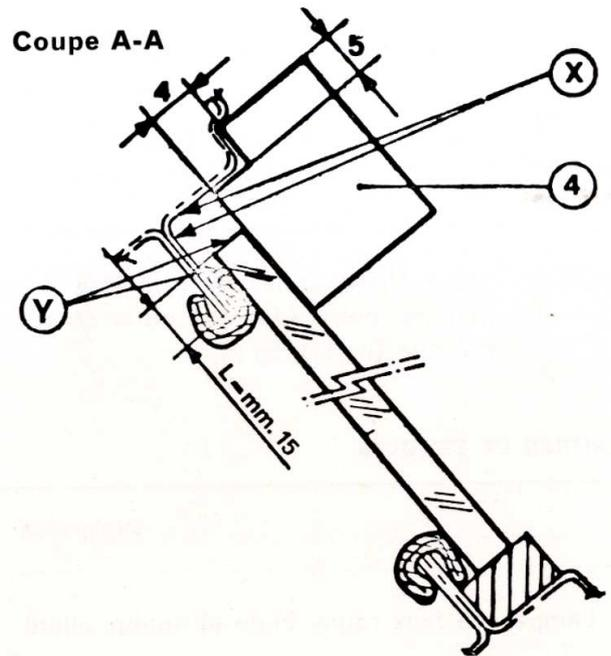

Fig. 88 - Contrôle de la profondeur de la glace
- Contrôler, éventuellement à l'aide d'un calibre (Réf. 4, fig. 88 coupe AA), que la profondeur de la glace, tout le long du pourtour, ait une valeur constante de 4 mm.
- Sortir la glace et les cales d'épaisseur en caoutchouc et appliquer une couche de « primer » sur les surfaces repérées par un (x) dans la fig. 88 et tout le long du pourtour.
- Appliquer une couche de « primer » sur les surfaces repérées par un (y) dans la fig. 88 et tout le long du pourtour, sur une largeur L de 15 mm.